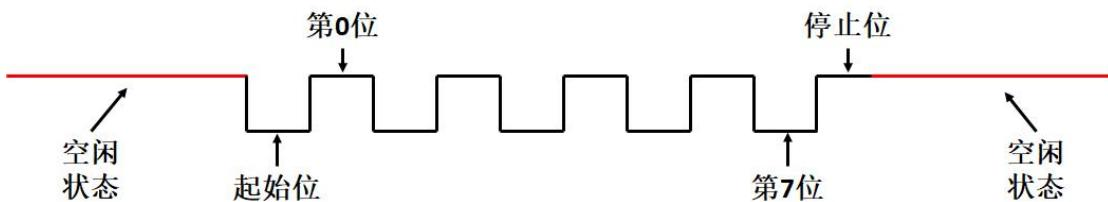

图 3 数据 “0x55” 的传输波形
- **停止位**: 一个数据帧的结束标志，可以是 1 位或 2 位的逻辑“1”(**高电平**)。停止位后，UART 接口将处于空闲状态，数据线一直处于高电平。综上，一个数据帧至少包含 10 位，1 位起始位、8 位数据位、1 位停止位。图 3 给出了传输数据 “0x55” (即二进制 01010101) 时，数据线上的波形。因为，传输数据从最低有效位开始传送，故实际数据发送顺序为 1-0-1-0-1-0-1-0。